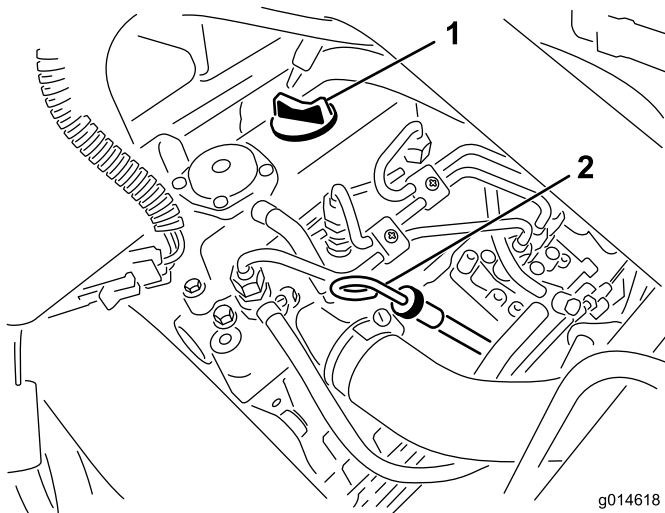

図 25
2. ディップスティックを抜き、ウェスで一度きれいに拭く(図 25)。ディップスティックを、首の根元までもう一度しっかりと差し込む。首から引き抜いて油量を点検する。油量が足りなければ、バルブカバーについている補給口のキャップを取り、ディップスティックの FULLマークまで **ゆっくりと** 補給する。補給するときは、ディップスティックで確認しながら少量ずつ入れてください。**入れすぎないこと。**